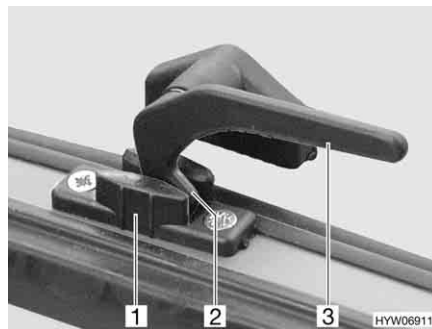

Fig. 66 Levier de verrouillage en position "Aération permanente"
- En position "Aération permanente" (Fig. 66)
- Tourner le levier de verrouillage (Fig. 66,3) d'un quart de tour vers le centre de la fenêtre.
- Remettre le levier de verrouillage en position initiale. Le tenon de verrouillage (Fig. 66,2) doit pénétrer alors dans le logement prévu à cet effet dans le verrouillage de fenêtre (Fig. 66,1).